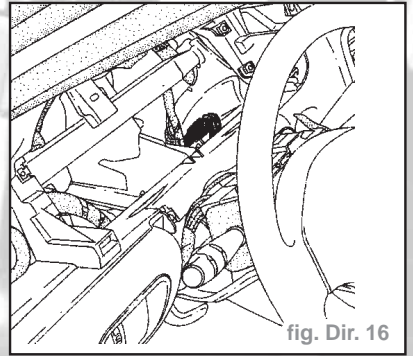

fig. Dir. 16
- Débrancher le connecteur (fig. Dir. 16).